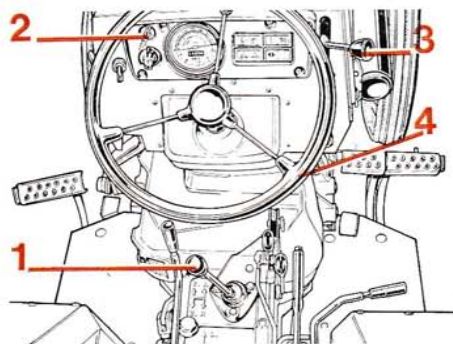

Fig. 26
Pour arrêter le moteur, il suffit de couper l'alimentation en tirant sur le bouton (4) fig. 26, après avoir ramené le levier d'accélération au maximum vers le haut.